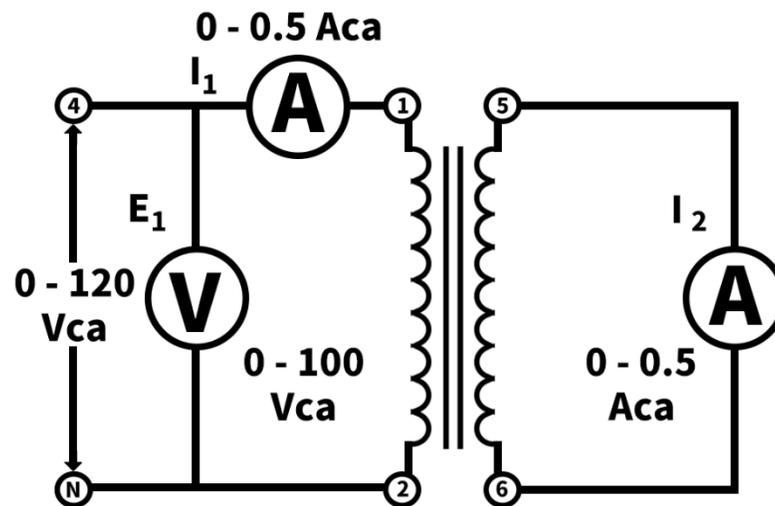

Figura 1-2
7. a) Conecte el circuito que aparece en la Figura 1-2. Observe que el medidor de corriente I_2 pone en cortocircuito el devanado 5 a 6.